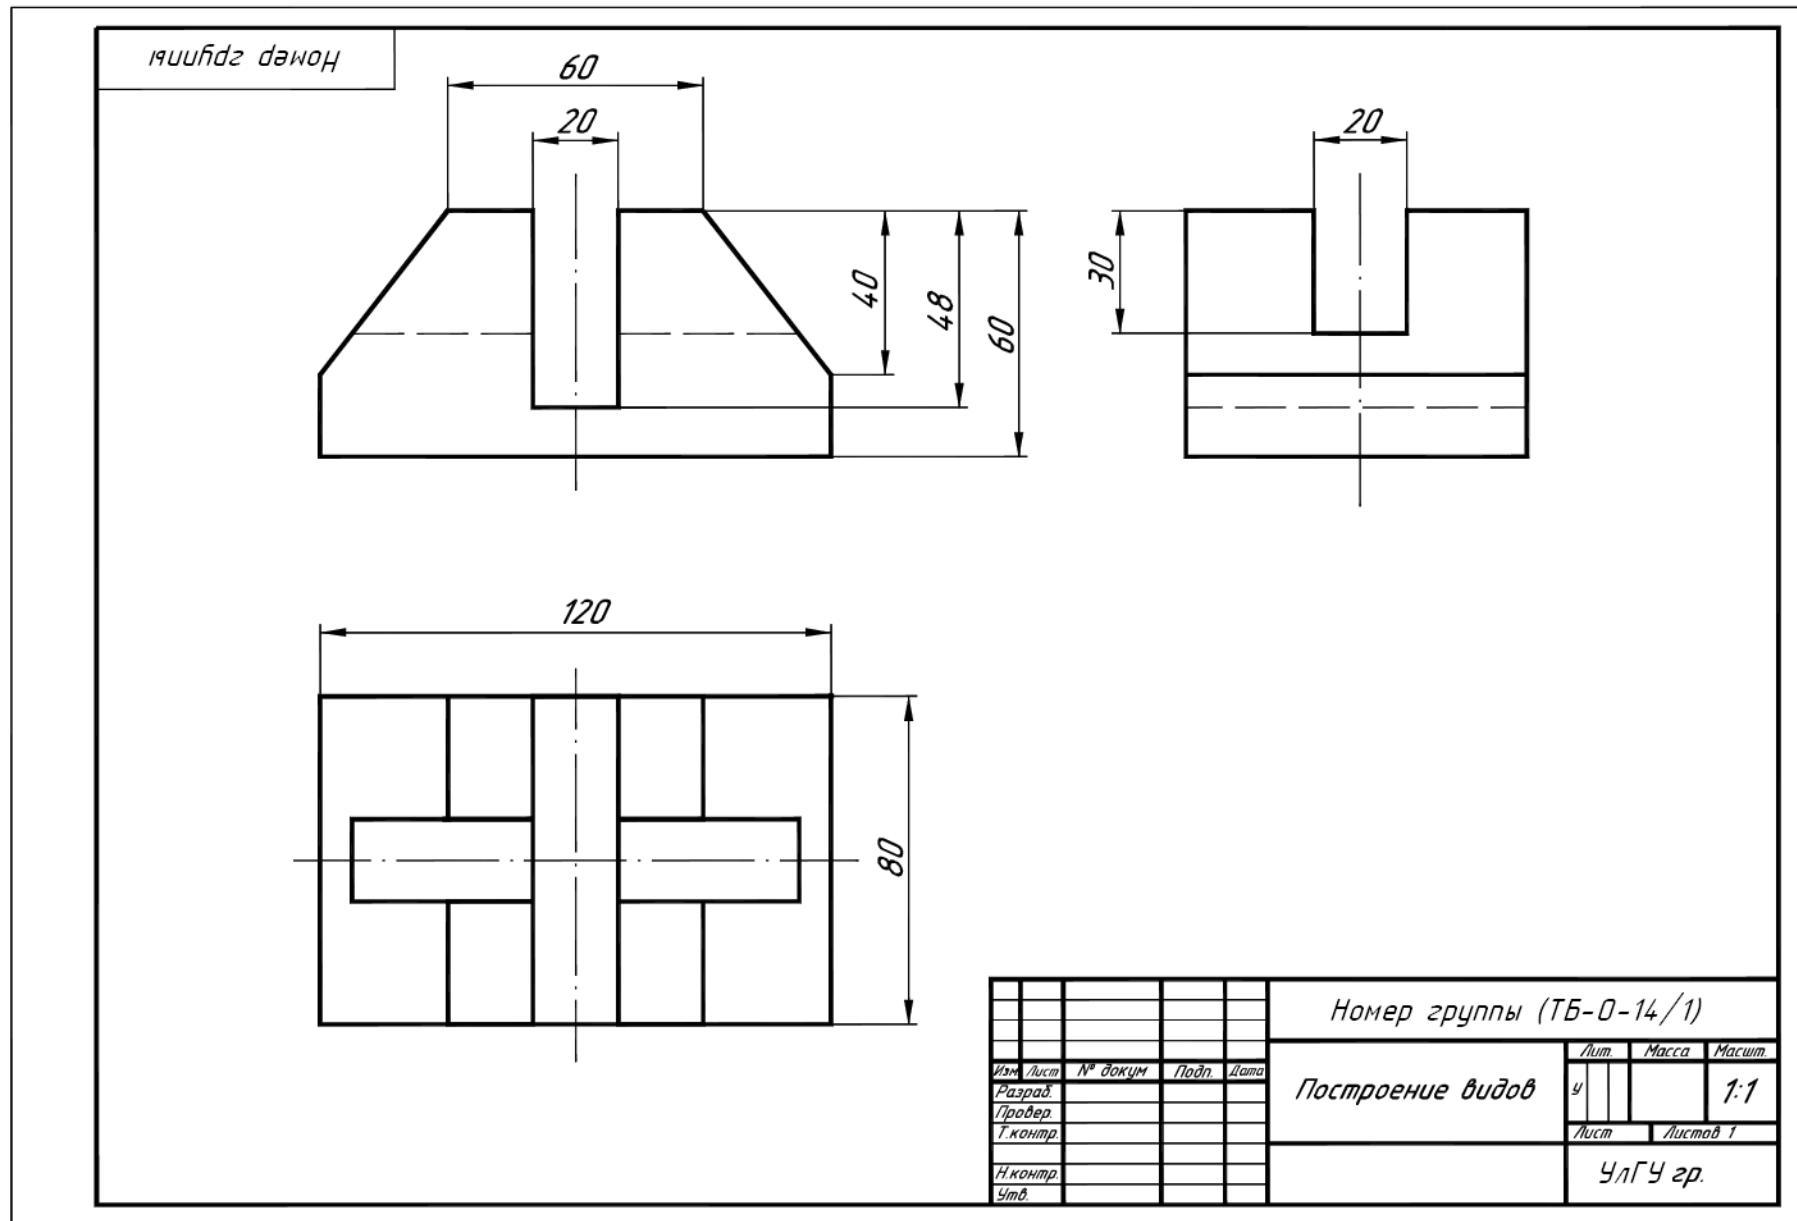

Рис. 1. Пример выполнения задания «Построение видов»
- 3.1. Выбрать положение детали для построения вида спереди (главного вида) (см. пример выполнения задания – рис. 1).